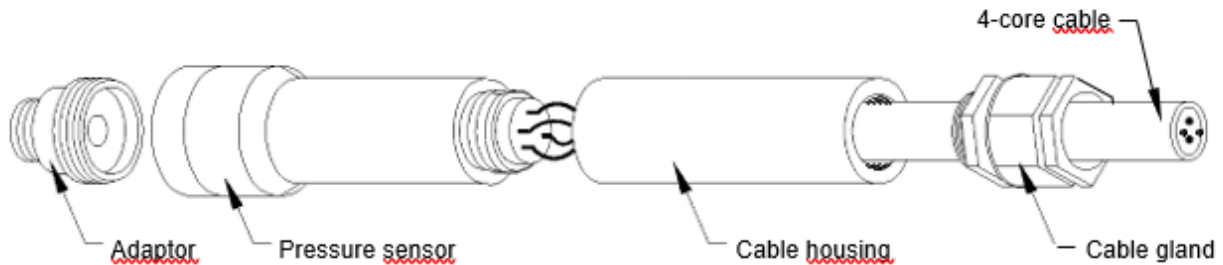

Figure 3.2
L'ensemble fil vibrant et bobine magnétique est enfermé dans un corps en acier inoxydable (figure 3.2) qui est soudé par faisceau d'électrons au diaphragme. Il en résulte un vide d'environ 1/1000 Torr à l'intérieur du capteur, ce qui le rend insensible aux effets de toute pénétration d'eau et d'autres matières corrosives pouvant être présentes dans l'eau.
- Boîtier de jonction de câble (voir figure 3.2)